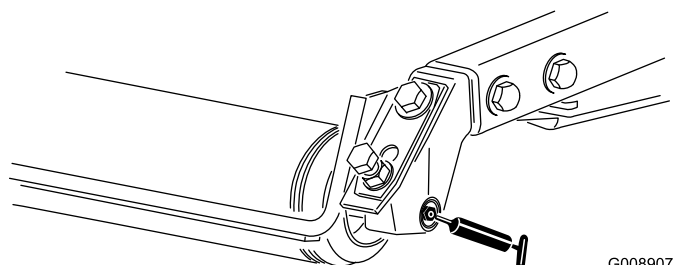

図 52
- 後ローラのベアリング 各カッティングユニットに2ヶ所 図 52